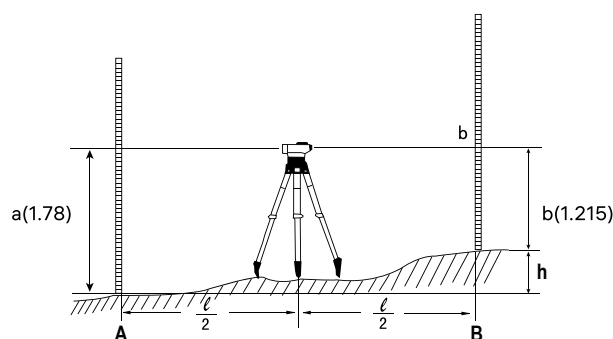

Abbildung 3
- Bringen Sie die Nivellierlatte A und B in die vertikale Position. Platzieren Sie das Instrument zwischen den Nivellierlatte A und B (Abb. 3).
In Abbildung 3 beträgt der Höhenunterschied beispielsweise 0,565 m. Ziehen Sie den Wert der Höhe B von dem Wert der Höhe A ab.
- Coloque las barras de nivelación A y B en posición vertical. Coloque el instrumento entre las barras de nivelación A y B (Fig. 3).